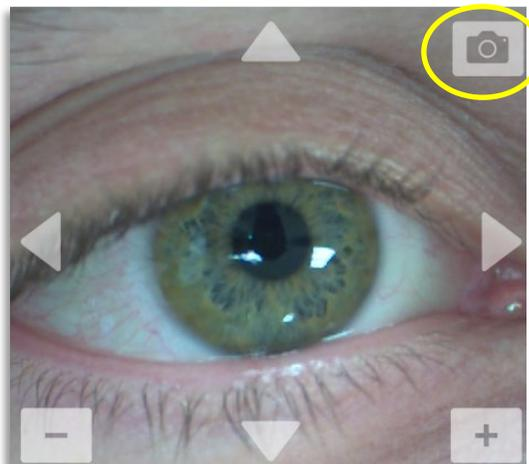

Figura 3-31. Acquisizione delle immagini
- Per acquisire un'immagine, selezionare il pulsante della fotocamera nell'angolo superiore destro dell'immagine dell'occhio, come mostrato nella Figura 3-31.